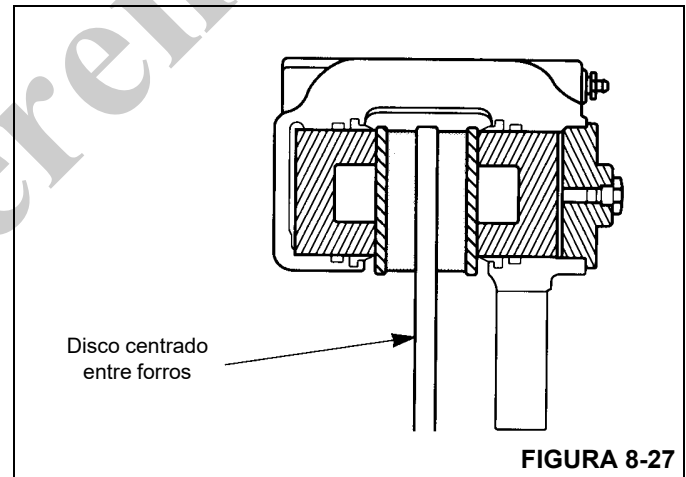

FIGURA 8-27
- b. Los suplementos deberán ser de acero, rectificados hasta quedar planos y paralelos y deberán cubrir toda la superficie de montaje del cubo o de la caja. Los forros deberán moverse libremente en la caja y entre las placas terminales. Consulte la Figura 8-27.